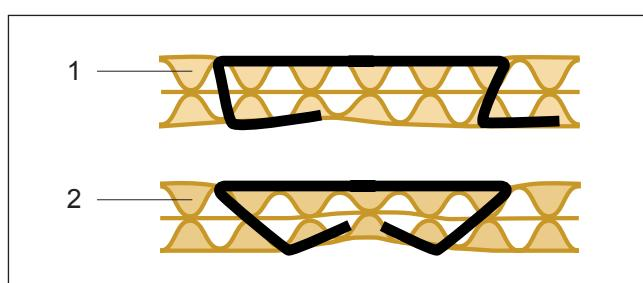

Fig. 13
Bottenhäftaren är noggrant testad före leveransen. P.g.a hantering under transporten kan häfthuvudets läge förändras och en finjustering av städet behövas. Se (Fig. 13/1) som visar en defekt klamring.
- Gör en test genom att klamra i en kartong. En klamring med korrekt justerat städ visas i (Fig. 13/2).